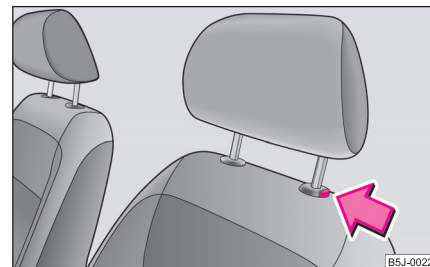

Abb. 51 Kopfstütze herausziehen
- Möchten Sie die Kopfstütze nach unten verschieben, müssen Sie die Sicherungstaste drücken → Seite 59, Abb. 51 und mit der anderen Hand die Kopfstütze nach unten drücken.
- Drücken Sie die Sicherungstaste in Pfeilrichtung ⇒ Seite 59, Abb. 51 und ziehen Sie die Kopfstütze heraus.